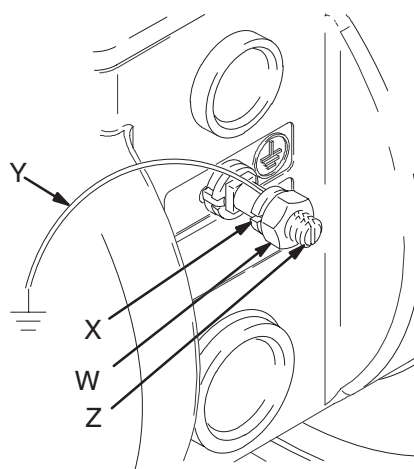

Fig. 1
- **Pompe:** Relier un câble de terre et le serrer suivant la Fig. 1. Desserrer l'écrou (W) et la rondelle (X) de la cosse de mise à la terre. Introduire l'extrémité d'un câble de mise à la terre (Y) d'au moins 1,5 mm2 dans la fente de la cosse (Z) et resserrer fermement l'écrou. Raccorder l'extrémité de la pince du câble de mise à la terre à une véritable mise à la terre. *Pour commander un fil de terre et une pince, indiquer la réf. no. 222011 sur le bon de commande.*